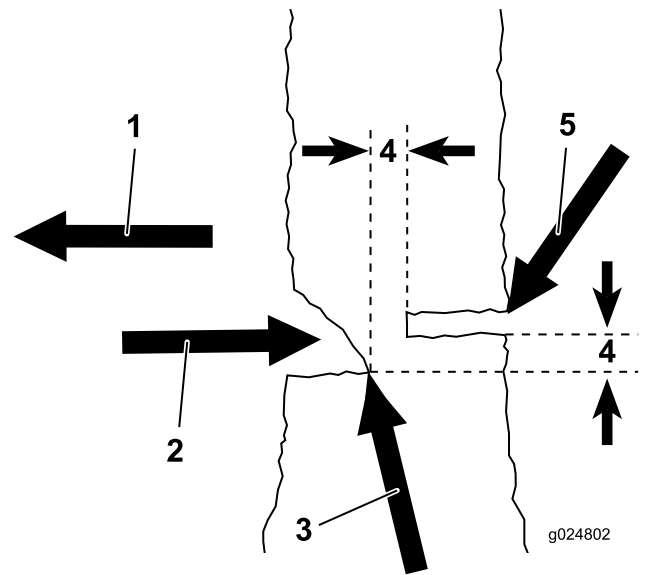

Figure 14
4. Faites un trait d'abattage, parallèlement à l'encoche, éloigné d'au moins 51 mm (2 po) au-dessus et derrière l'encoche (Figure 14).
5. Quand le trait d'abattage approche de la charnière (Figure 14), l'arbre devrait commencer à tomber. Enlevez la tronçonneuse, arrêtez la lame en relâchant la gâchette, posez la tronçonneuse et reculez sur la voie de repli que vous avez déterminée à l'opération 1.